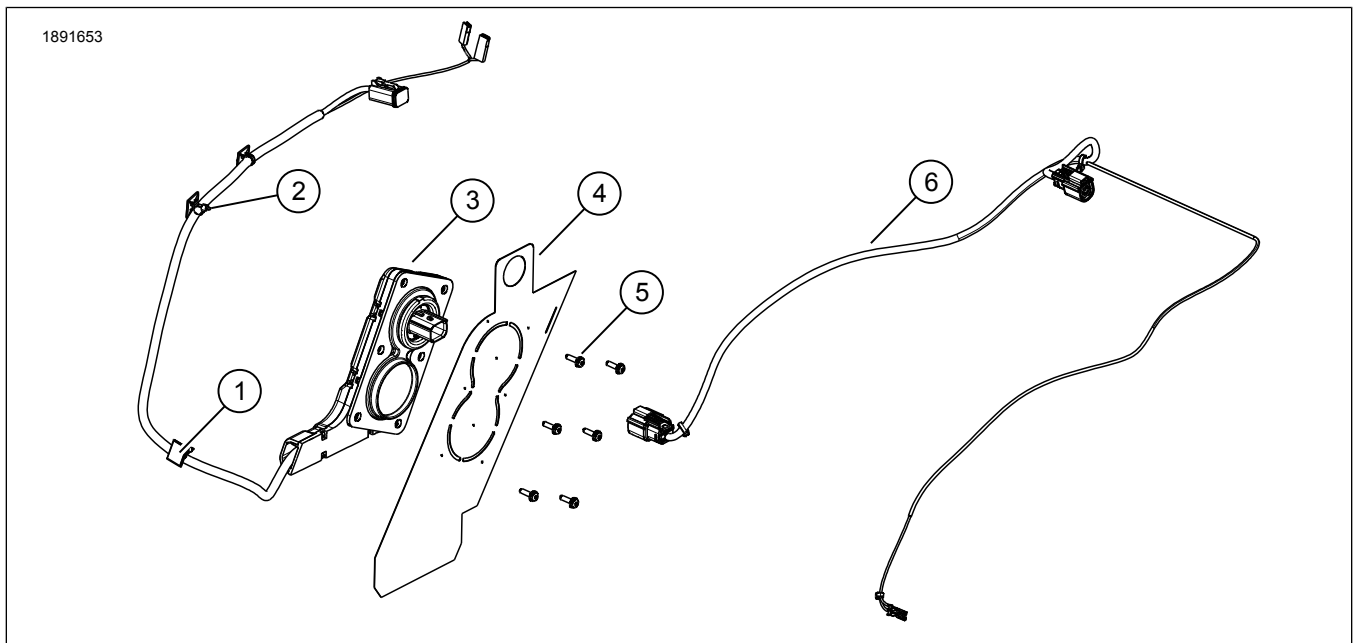

Figure 1. Contenu du kit : Kit d'installation du caisson de basses secondaire du système audio Harley-Davidson alimenté par Rockford Fosgate
- a. Voir la Figure 1. Le connecteur d'origine à 6 voies du haut-parleur de sacoche gauche/faisceau de verrouillage [288B] est remplacé par le connecteur à 8 voies du faisceau de caisson de basses secondaire (6).
3. Voir la Figure 1. Si équipé de verrous électriques, retirez les bouchons d'étanchéité des cavités 1 et 2 et le connecteur de panneau à 8 voies [288A] dans la sacoche gauche, (3)
7. Voir la Figure 1. Installer le faisceau de câbles de caisson de basses secondaires (6).